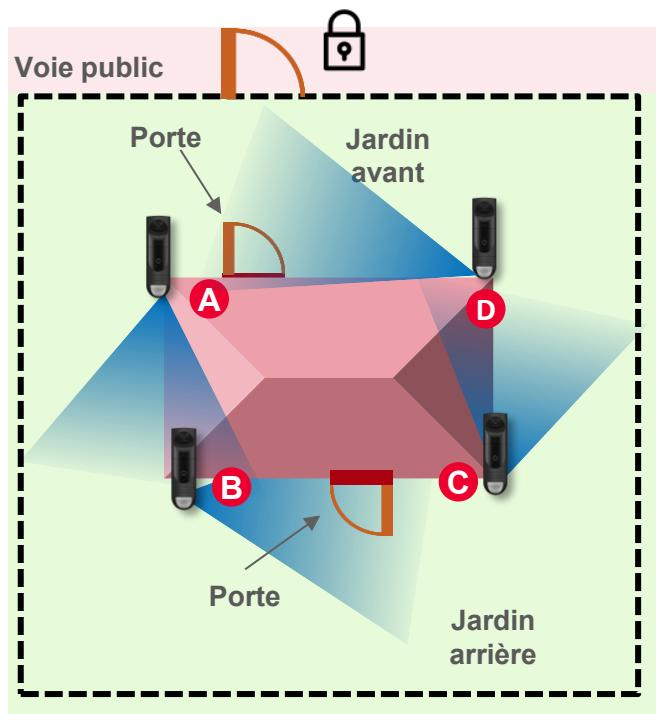

Fig. 1
- **Privilégier** une installation à 45 degrés, fixés sur les coins de la façade et protégeant les chemins d'accès (entrées du local à protéger – exemple Aquila A fig.1).